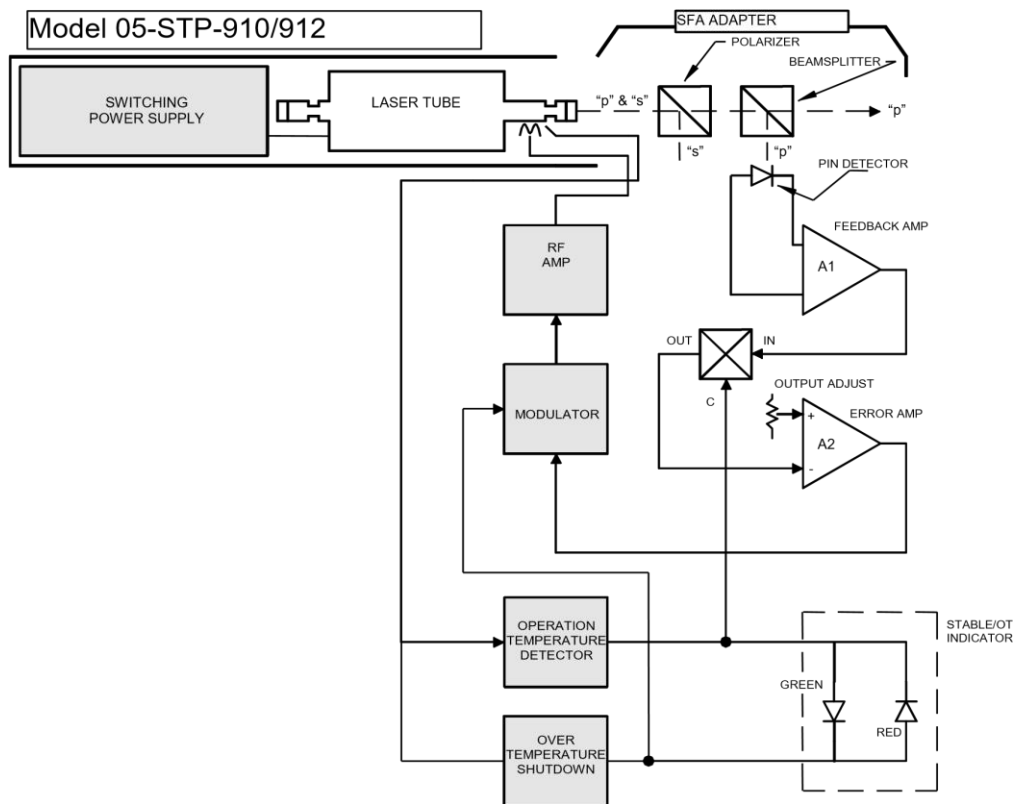

図 1-3. ブロックダイアグラム図
05STP 単一波長レーザーシステムが作動する原理は、キャビティ長 (レーザーミラー間の距離) を制御できる場合に、ドップラー広がり TEM00 出力モードを出力と周波数について制御できることにあります。たいていの単一波長レーザーでは、熱伝導を (通常キャビティ長全体に亘って) 用いてキャビティ長を拡大することで制御します。05STP の原理は独自のもので、誘導加熱 (IH) を用いて特別に設計されたミラーマウント構造の長さを制御します。このため、ずっと小さな制御機構で原理を実現できます。さらに重要な点としては、この技術によってより急速なサーボ応答が可能となることです。誘導サーボ制御回路のブロックダイアグラム図が図 1-3 に示されます。
アダプターヘッド内の両方の光学部品の方向付けについては図 1-3 を参照してください。